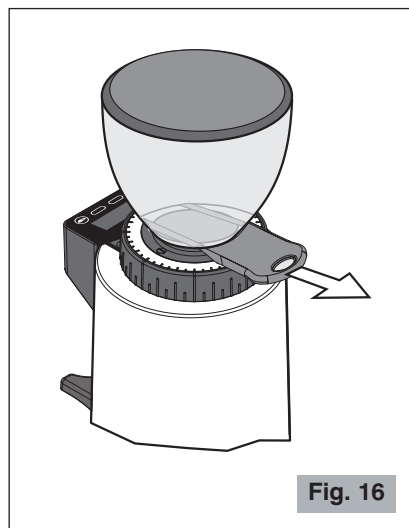

Fig. 16
- ⚠ S'assurer de l'ouverture complète de l'obturateur de la cloche jusqu'à la fin de sa course (dernier déclenchement) (voir Fig. 16).